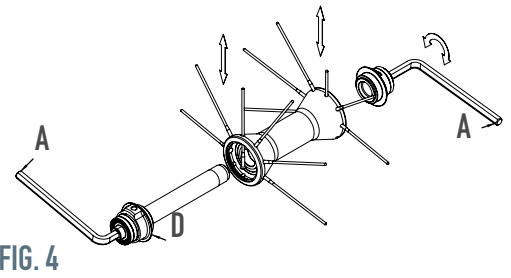

FIG. 4
- Inserite due chiavi a brugola da 5mm (A) dentro agli scontri alle estremità dei mozzi e ruotatele in senso antiorario.
- Sfilate il raggio da sostituire e infilate il raggio nuovo (Fig.4).